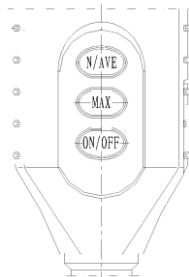

Рисунок 8
Кнопки используются для включения и выключения питания, а так же настройки функций (См. Рисунок 8):
7.3. При появлении символа низкого заряда батарей ВАТТ (См. Рисунок 8), необходимо заменить батарейки, обращая внимание на положение их полюсов (См. Рисунок 5).